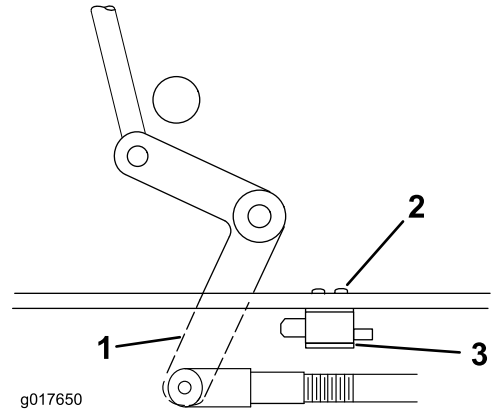

Figure 46
Important: Le levier coudé ne doit pas toucher le corps du contacteur, car celui-ci pourrait être endommagé (Figure 46).
4. Au besoin, réglez le contacteur de sécurité de la PDF en desserrant les boulons de fixation du support du contacteur (Figure 46).